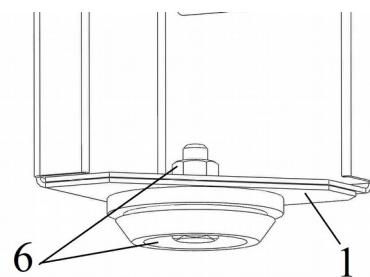

Рис.3
4.4 Установите подпятники на ножки 1 с помощью крепежа 6 (рис.3).